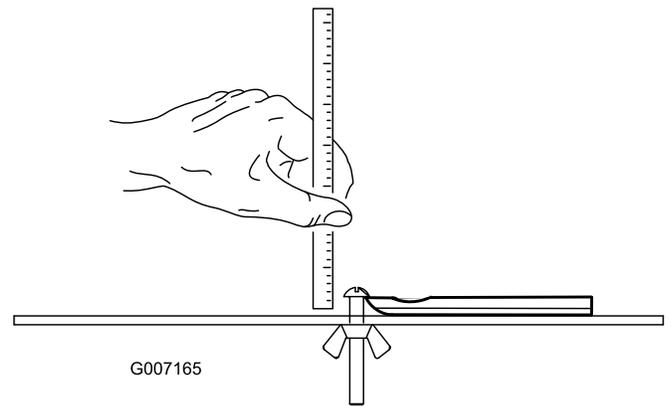

Bild 24
**Hinweis:** Alle Werte für das Untermesserwartungslimit beziehen sich auf die Unterseite des Untermessers (Bild 24)